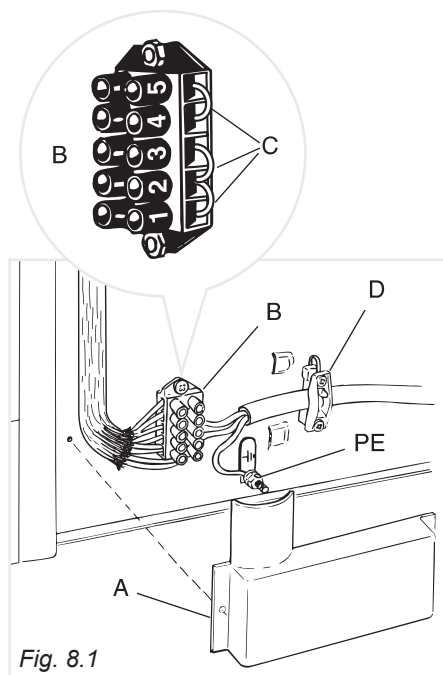
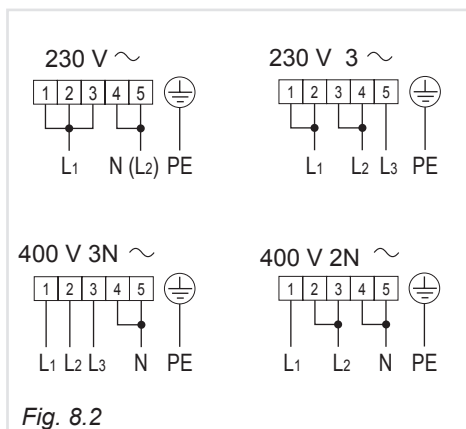

Fig. 8.1
Fig. 8.2
- Svitare le viti di fissaggio della protezione "A" dietro la cucina (Fig. 8.1).
- Posizionare i cavallotti "C" sulla morsetteria "B" (Fig. 8.1) secondo gli schemi di fig. 8.2.
- Infilare nel fissacavo "D" il cavo di alimentazione (Fig. 8.1) di sezione adeguata come descritto nel capitolo "Sezione dei cavi di alimentazione".